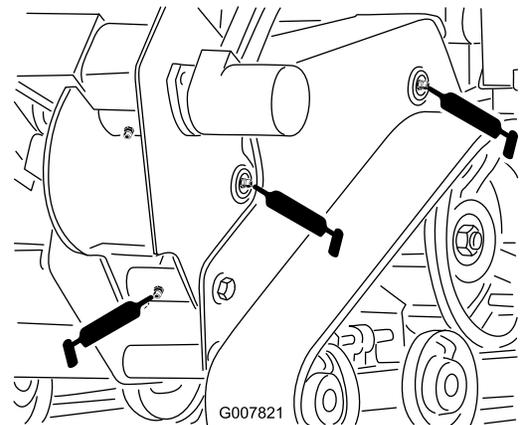
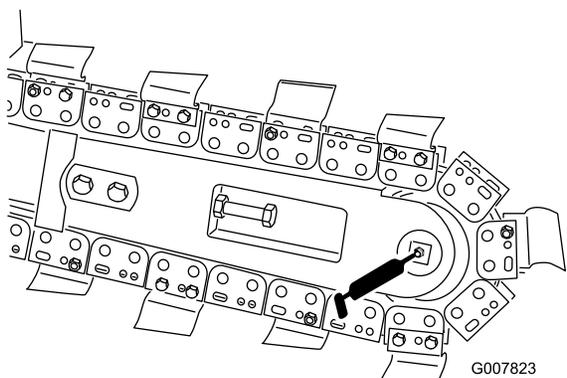

Figure 23
Figure 25
4. Raccordez une pompe à graisse à chaque graisseur (Figure 23 à Figure 25).